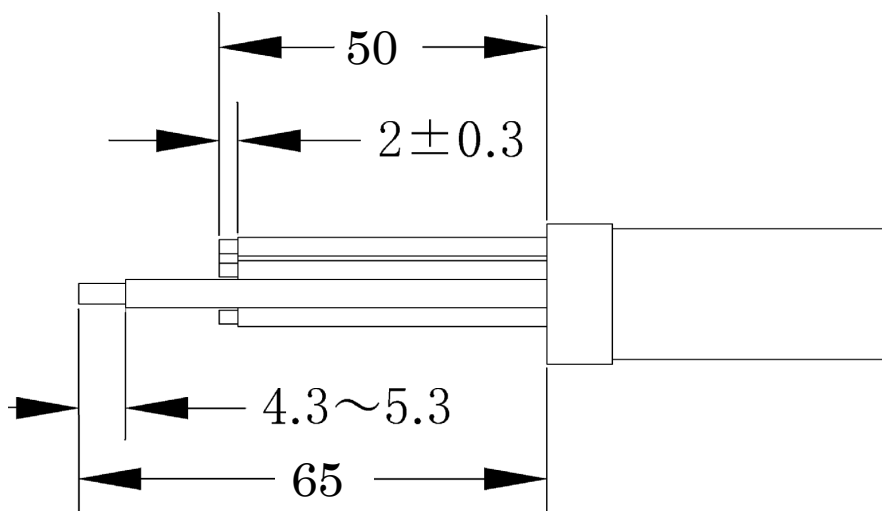

Fig. 3
3) 電線を Fig.3 に示す標準的な寸法を参考に、切り揃える。 3) Cut the cable in accordance with Fig.3.